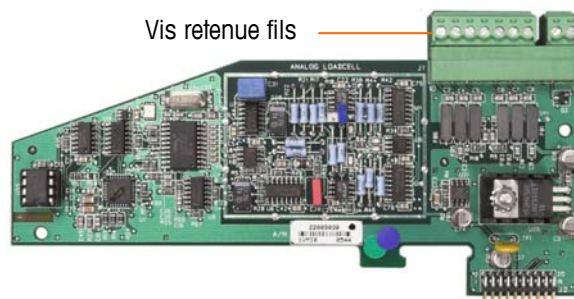
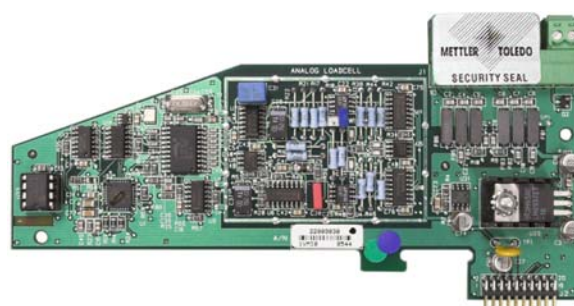

Figure 2-86 : Connexions de la carte d'options non protégée
Figure 2-87 : Sceau de sécurité installé
3. Pour protéger le(s) câble(s) d'interconnexion du capteur (connecté(s) aux cartes d'options), un sceau de sécurité doit être placé sur les connecteurs pour éviter qu'ils ne soient enlevés ou déconnectés. Le sceau empêche également l'accès aux vis de fixation des fils (voir la Figure 2-86). La Figure 2-87 montre un sceau en place.